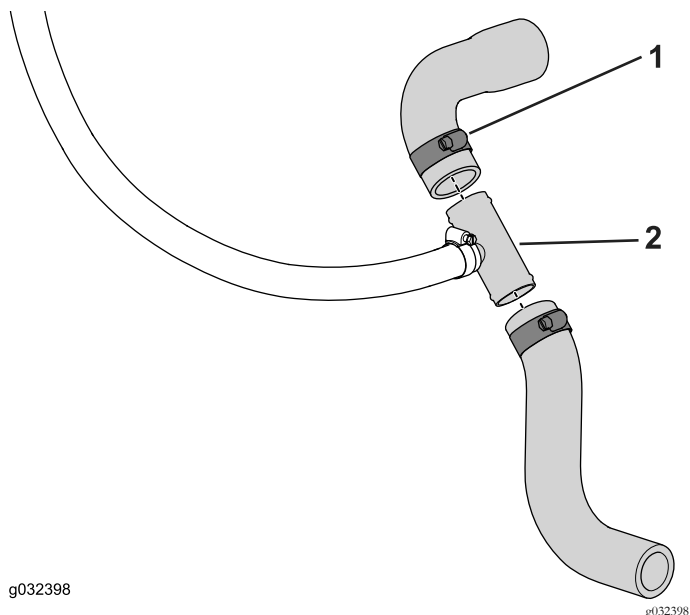

Figure 19
3. Glissez les extrémités coupées sur le raccord en T et fixez le tout avec le collier, comme montré à la Figure 19.